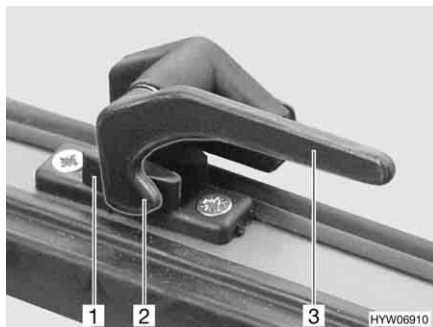

Fig. 29 Leva di serraggio in posizione "Chiuso"
- Ruotare la leva di serraggio (Fig. 29,3) di un quarto di giro verso il centro della finestra.
- Ruotare la leva di serraggio (Fig. 29,3) di un quarto di giro verso il telaio della finestra. Il nasello di chiusura (Fig. 29,2) si trova sul lato interno della chiusura della finestra (Fig. 29,1).
- In posizione "Completamente chiusa" (Fig. 29).